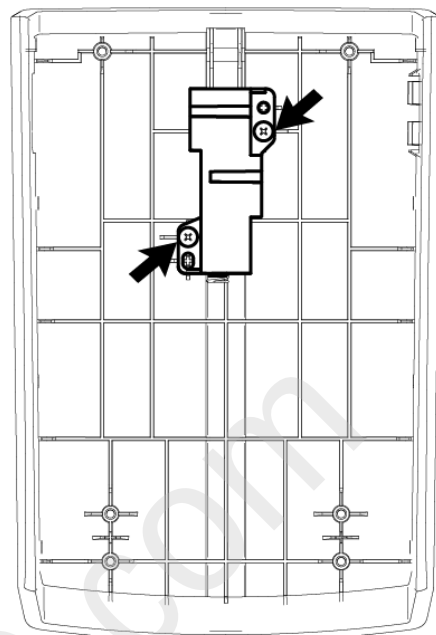

图2.9.3 副仪表盘扶手开启机构结构示意图
(5)用十字螺丝刀将固定副仪表盘扶手锁体的两个螺钉（Q2733595AF3）卸下，即可取下副仪表盘扶手锁体。（图2.9.3）